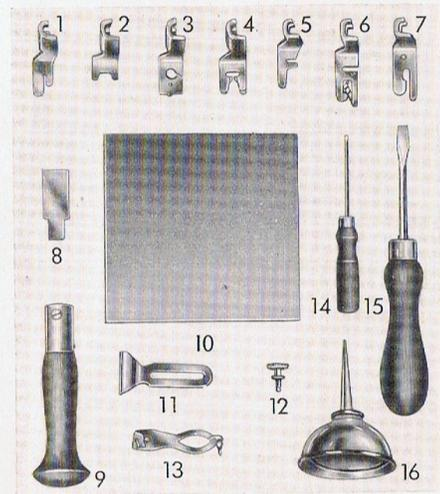
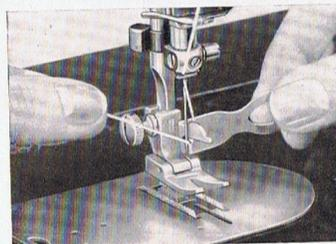

Abb. 3
Abb. 11 Die Anwendung des Singer Einfädlers
### Zubehörsatz (Abb. 3)
**Singer Einfädler** (Abb. 11). Zum Einfädeln der Nadel dient der Einfädler (Nr. 13, Abb. 3). Die Presserstange ist herunterzulassen und die Nadelstange auf ihren höchsten Punkt zu bringen. Den Einfädler halte man mit der rechten Hand von hinten an die Nadel, die Spitze der rechten Nadelseite zugekehrt, und lasse das Häkchen in der kurzen Rille der Nadel hinuntergleiten, bis es in das Ohr hineinschlüpft.
Nachdem das Häkchen so weit wie möglich durch das Nadelöhr hindurchgeführt ist, lege man den Faden in das Häkchen und halte ihn wie in Abb. 11 gezeigt.